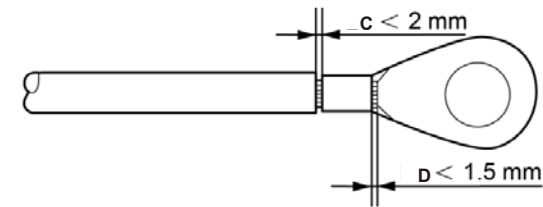

Figure 5.9 Dénuder le fil
- 4) Insérez le fil dénudé dans la zone de sertissage de la borne OT et utilisez la pince hydraulique pour sertir la borne sur le fil (voir la figure 5.9).